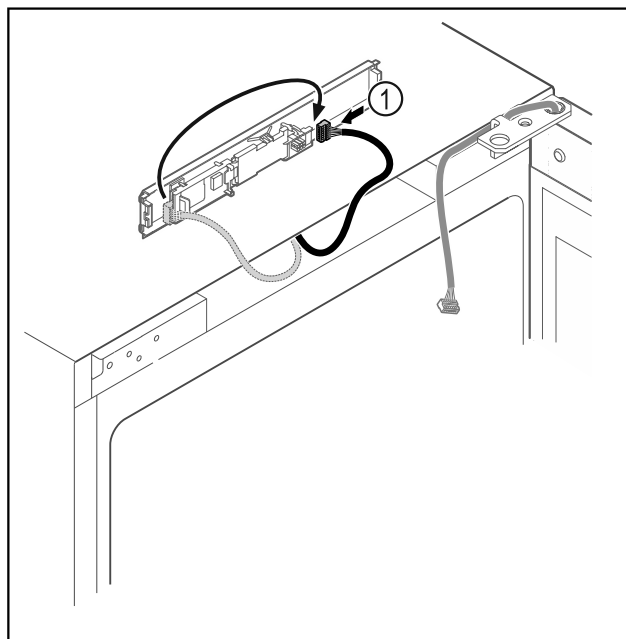

Fig. 14
- Scambiare la posizione del connettore Fig. 14 (1) sulla scheda.